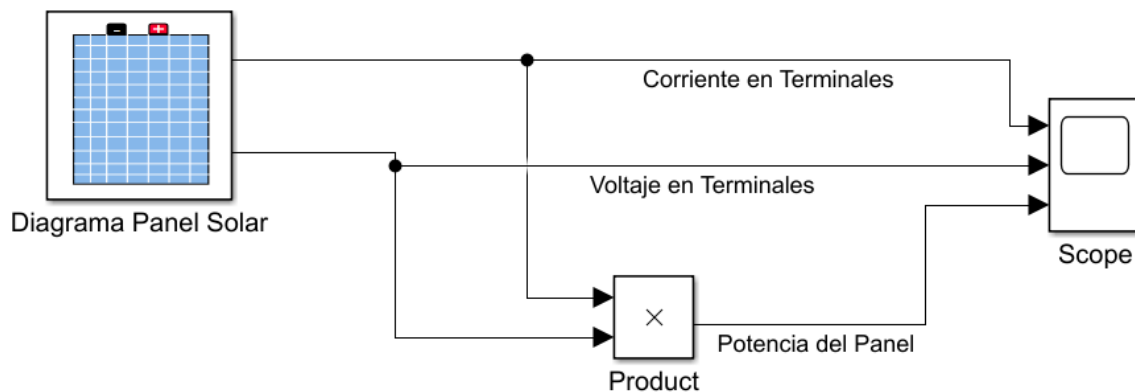
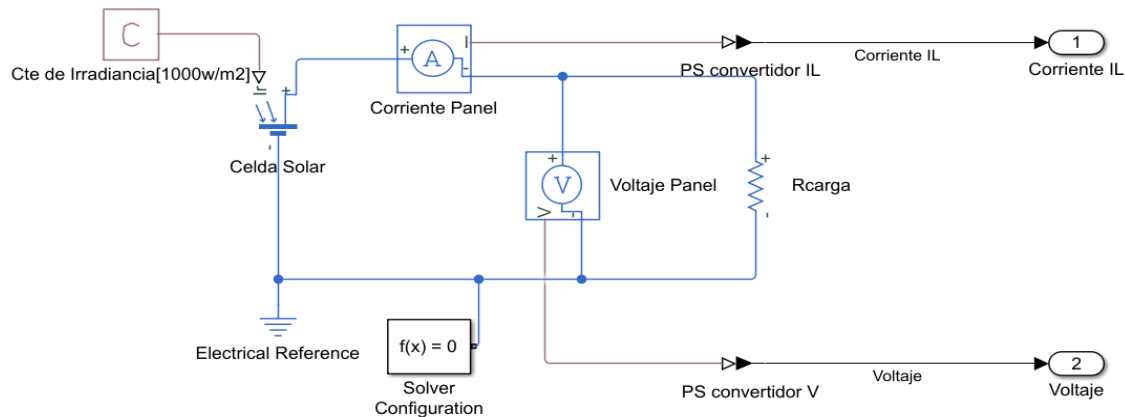

Fig. 14. Diagrama para obtener resultados de manera gráfica.
Fig. 18. Diagrama de conexión de un panel solar con una carga resistiva.
Finalmente ingrese los bloques de trabajo para visualizar los resultados del software, Ver detalle en la **Fig. 14**.
1. Del diagrama implementado al momento (**Fig. 14**), ingrese al bloque *Diagrama Panel Solar* y elimine los bloques nombrados *Controlador de voltaje*, *Convertidor PS*, *Vref* e integre el bloque nombrado *Resistor-Rcarga*, realizando una conexión en paralelo con el panel solar, De acuerdo con la **Fig. 18**.